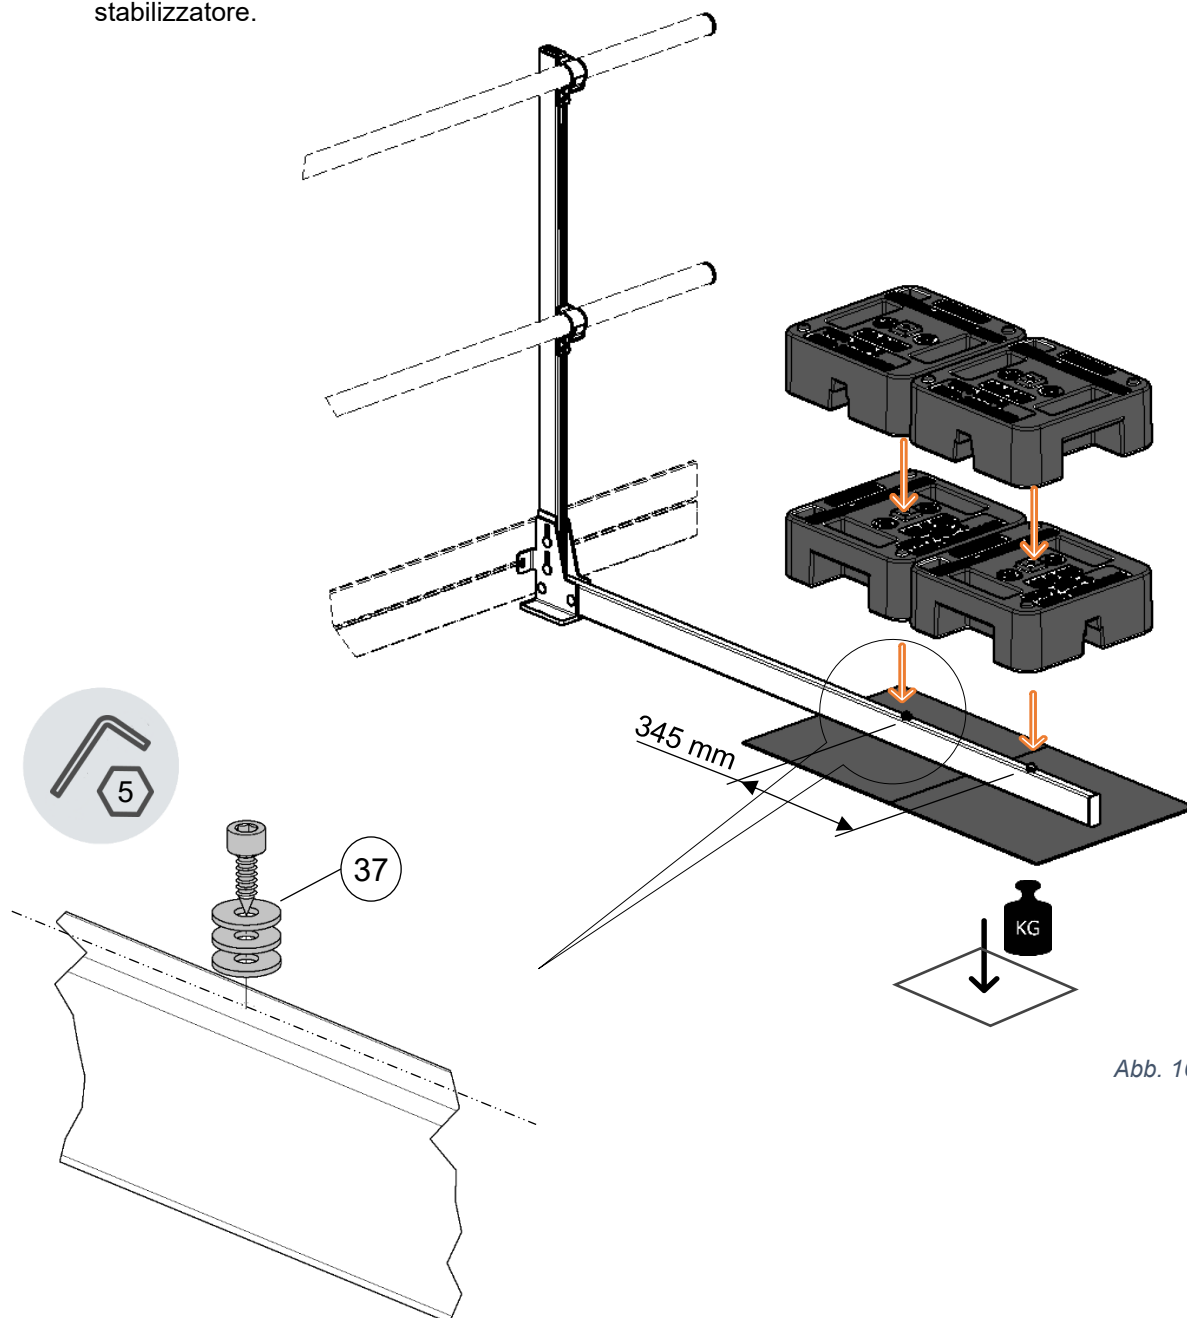

Abb. 16
- DE** Die Ballastierung kann sich bei Neigungen $\neq 0^\circ$ und anderen individuellen Anpassungen erhöhen. Bei offenen Geländerenden (ohne statische Verbindung zu lastabtragenden Wänden oder anderen angrenzenden Bauteilen) ist eine zusätzliche Ballastierung notwendig (siehe G^* in Abb. 10 und Abb. 16). Windlasten sind nach DIN EN 13374 für Gebäudehöhen ≤ 40 m und bis zu $0,6 \text{ kN/m}^2$ berücksichtigt. Regionale Abweichungen für Windlasten sind zu prüfen. Die Ballastierung für zulässige Montagevarianten kann im Konfigurator berechnet werden.
- EN** Ballasting may be increased for inclinations $\neq 0^\circ$ and other individual adjustments. Additional ballasting is necessary for open railing ends (without static connection to load-bearing walls or other adjacent components) (see G^* in Abb. 10 and Abb. 16). Wind loads are taken into account in accordance with DIN EN 13374 for building heights ≤ 40 m and up to 0.6 kN/m^2 . Regional variations for wind loads must be checked. The ballasting for permissible installation variants can be calculated in the configurator.
- FR** Le lestage peut augmenter en cas d'inclinaisons $\neq 0^\circ$ et d'autres adaptations individuelles. En cas d'extrémités de garde-corps ouvertes (sans liaison statique avec des murs porteurs ou d'autres éléments de construction adjacents), un lestage supplémentaire est nécessaire (voir G^* dans Abb. 10 et Abb. 16). Les charges dues au vent sont prises en compte selon la norme DIN EN 13374 pour les bâtiments d'une hauteur ≤ 40 m et jusqu'à $0,6 \text{ kN/m}^2$. Les variations régionales concernant les charges dues au vent doivent être vérifiées. Le lestage pour les variantes de montage autorisées peut être calculé dans le configurateur.
- ES** El lastre puede aumentar en caso de inclinaciones $\neq 0^\circ$ y otros ajustes individuales. En caso de extremos de barandilla abiertos (sin conexión estática necesaria a paredes que soportan carga u otros componentes adyacentes), es necesario un lastre adicional (véase G^* en Abb. 10 y Abb. 16). Las cargas de viento se tienen en cuenta según la norma DIN EN 13374 para edificios de altura ≤ 40 m y hasta $0,6 \text{ kN/m}^2$. Se deben comprobar las variaciones regionales en cuanto a las cargas de viento. El lastre para las variantes de montaje admisibles puede calcularse en el configurador.
- IT** Il ballastaggio può aumentare in caso di inclinazioni $\neq 0^\circ$ e altre regolazioni individuali. In caso di estremità aperte della ringhiera (senza connettore statico a pareti portanti o altri elementi costruttivi adiacenti) è necessario un ballastaggio supplementare (vedi G^* nella Abb. 10 e Abb. 16). I carichi del vento sono considerati secondo la norma DIN EN 13374 per edifici di altezza ≤ 40 m e fino a $0,6 \text{ kN/m}^2$. È necessario verificare le variazioni regionali relative ai carichi del vento. Il ballastaggio per le varianti di montaggio consentite può essere calcolato nel configuratore.